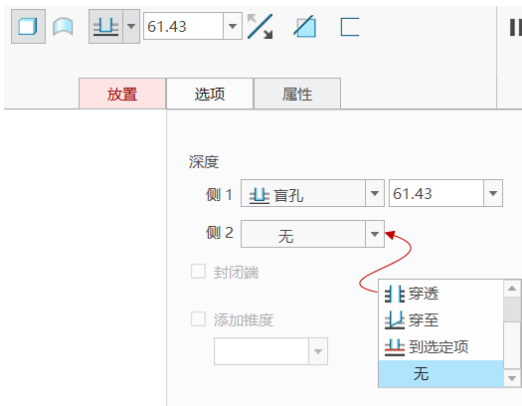

图 3-3 “选项”面板
- “选项”面板：打开该面板后，可以重定义草绘平面每一侧的特征深度选项和相应的深度值，如图 3-3 所示。对于拉伸曲面特征而言，还可以在该面板中通过“封闭端”复选框来设置是否用封闭端创建曲面特征。若在该面板中勾选“添加锥度”复选框，则需要在其值框中设置锥角（角度范围从 -89.9° 到 89.9° ），从而按值使几何成锥形。